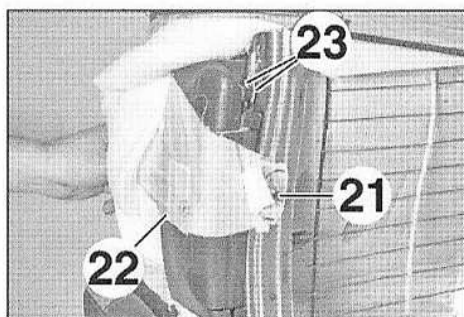

FIG.22
- Déposer la vis (21) (Fig.22).
- Dégager la lanière (22).
- Débrancher les connecteurs (23).